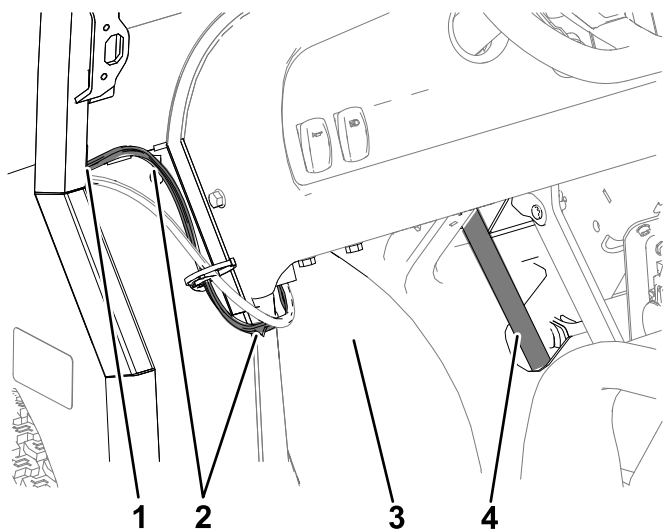

Рисунок 44
2. Проведите 2-гнездовой соединитель жгута проводов в отверстие в верхней части стойки А со стороны водителя на раме кабины и вниз через отверстие в нижней части стойки (Рисунок 44).
3. Проложите жгут проводов вперед между крылом и рулевой колонкой (Рисунок 44 и Рисунок 45).